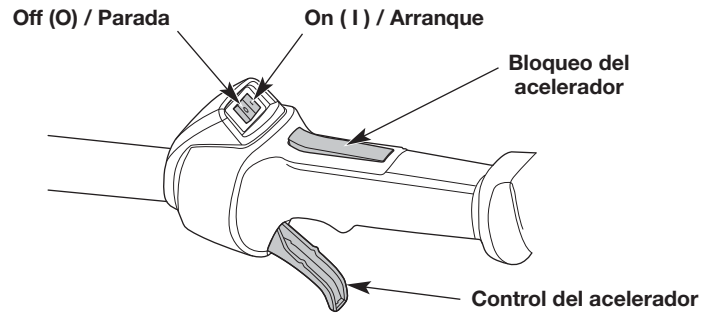
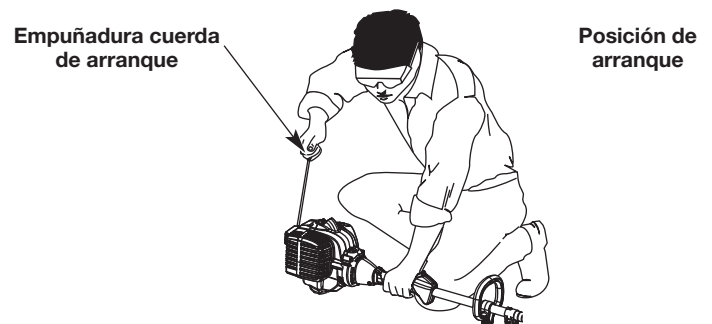

Fig. 6
Fig. 9
ADVERTENCIA: Se debe evitar arrancar accidentalmente la unidad. A fin de evitar que se produzcan lesiones graves, el operador y la unidad deben estar en una posición estable cuando se jala la cuerda de arranque (Fig. 9).
- NOTA:** No es necesario encender la unidad. El interruptor de encendido/apagado está en la posición ON (I) (encendido) en todo momento (Fig. 6).
5. Agacharse en la posición de arranque (Fig. 9).
6. **NO** apriete el control del acelerador (Fig. 6). Tire de la cuerda de arranque con un movimiento controlado y firme hasta que arranque la unidad (Fig. 9).
7. Funcione en vacío el motor durante 5 a 10 segundos. Si la unidad se detiene durante ese período, oprima el bloqueo del acelerador, apriete el control del acelerador y tire de la cuerda de arranque con un movimiento controlado y firme hasta que la unidad se ponga en marcha (Fig. 9).
8. Oprima el bloqueo del acelerador y apriete el control del acelerador (Fig. 6). Deje que el motor se caliente durante 30 a 60 segundos.
2. Oprima y mantenga apretado el interruptor de encendido/apagado en la posición OFF (O) (apagado) hasta que el motor se pare por completo (Fig. 6).
NOTA: No es necesario encender la unidad. El interruptor de encendido/apagado está en la posición ON (I) (encendido) en todo momento (Fig. 6).
7. **NO** apriete el control del acelerador (Fig. 6). Haga funcionar el accesorio de arranque eléctrico en intervalos de no más de 2 segundos cada vez hasta que arranque la unidad.
8. Funcione en vacío el motor durante 5 a 10 segundos. Si la unidad se detiene durante ese período, oprima el bloqueo del acelerador, apriete el control del acelerador y accione el accesorio de arranque eléctrico en intervalos de no más de 2 segundos cada uno hasta que la unidad se ponga en marcha (Fig. 6).
10. Oprima el bloqueo del acelerador y apriete el control del acelerador (Fig. 6). Deje que el motor se caliente durante 30 a 60 segundos.